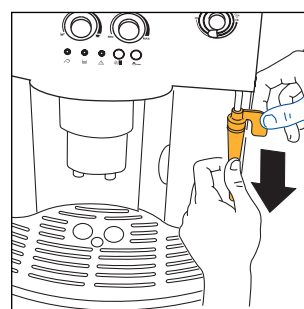

Fig. 26
- Tag dampdysen af udløbsrøret ved at trække den nedad (fig. 26).